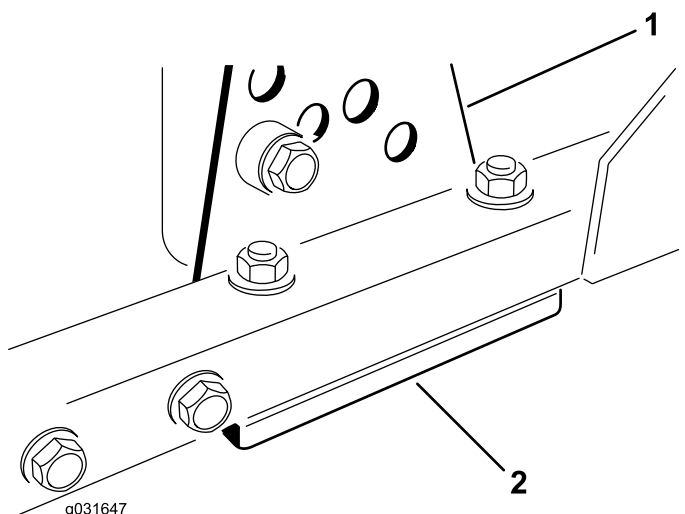

図 72
1. 刈り高ブラケット前、左、右をカッティングユニットのフレームから外す 図 72。
2. カッティングユニットのフレームとブラケットとの間に厚さ 1.5mm または 0.7mm のシム、場合によってはこれらの両方を挿入して、希望する刈高を達成する 図 72。
3. 余ったシムを刈り高ブラケットの下に入れ、刈り高ブラケットをカッティングユニットのフレームに取り付ける 図 72。